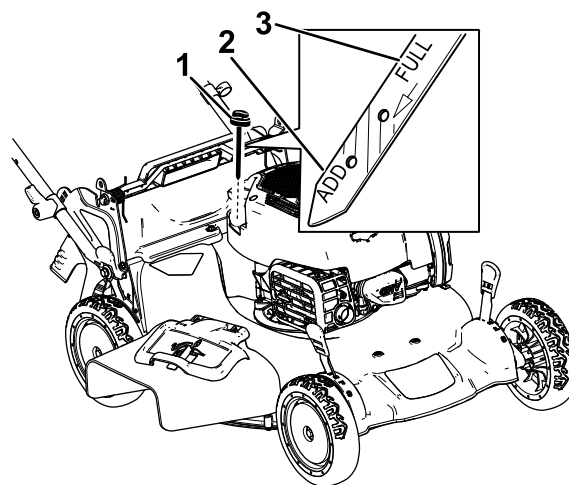

Figure 12
5. Relevez le niveau d'huile indiqué sur la jauge (Figure 12).
- Si le niveau d'huile est trop bas (Figure 12), versez avec précaution une petite quantité d'huile détergente SAE 30 ou SAE 10W-30 dans le tube de remplissage, attendez 3 minutes puis répétez les opérations 3 à 5 jusqu'à ce que le niveau d'huile correct soit atteint. Pour connaître le type d'huile, voir Vidange de l'huile moteur \(page 23\).
- Si le niveau d'huile est trop élevé (Figure 12), vidangez l'excédent d'huile jusqu'à obtention du niveau d'huile correct sur la jauge ; voir Vidange de l'huile moteur \(page 23\).